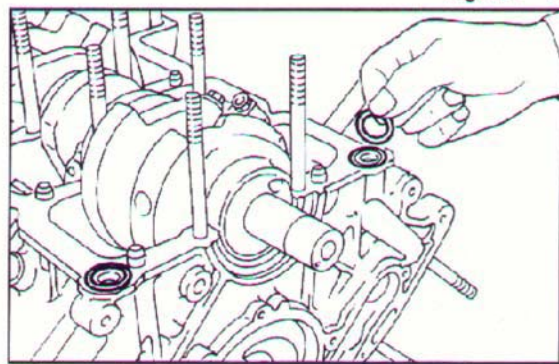

Fig. 150 ▼
- inserire i quattro OR del circuito olio (Fig. 150);
- insert the four O-rings in the oil circuit (Fig. 150);